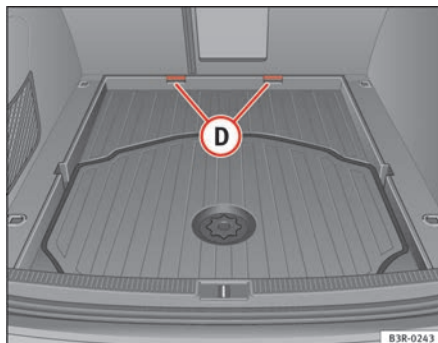

Fig. 125 Fondo bagagliaio ampliato
- Staccandolo dagli ancoraggi **D** ⇒ fig. 125, tirare a sé, verso l'estremità posteriore, il fondo del bagagliaio.